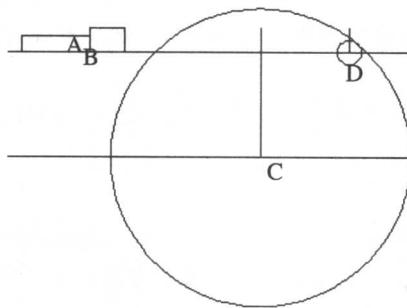

图 1-7
(2) 以同样的方式捕捉 D 点为圆心，半径为 4.5 的圆，结果如图 1-7 所示。